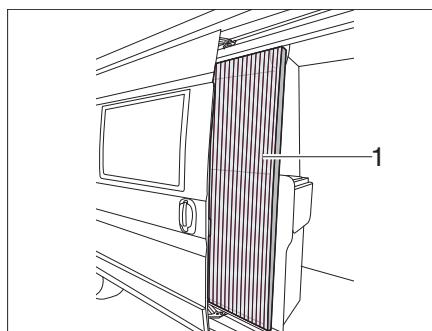

Fig. 21 Protezione contro gli insetti
- Chiusura:** ■ Estrarre completamente la protezione contro gli insetti dal listello (Fig. 21,1).
- Apertura:** ■ Spingere indietro sul listello (Fig. 21,1) la protezione contro gli insetti fino a portarla nella posizione iniziale.